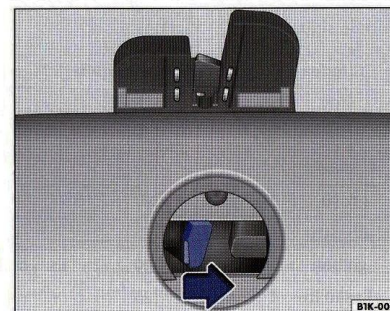

Fig. 41 Descuierea de urgență a capacului portbagajului.
- Apăsăți maneta în sensul indicat de săgeată ⇒ fig. 41, pentru a descuria capacul portbagajului.